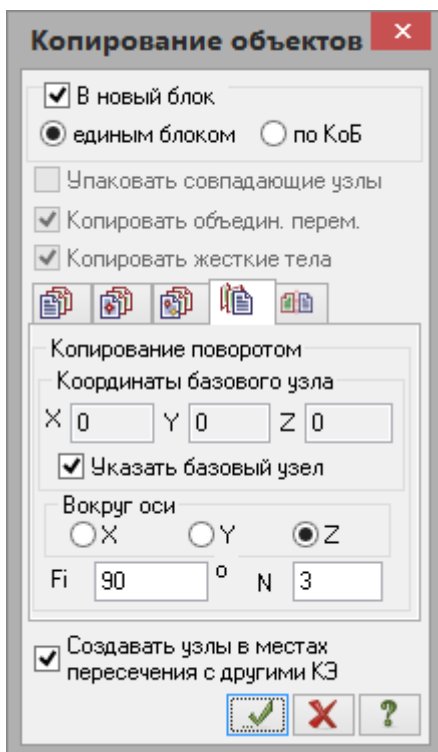

Рис.5.12. Диалоговое окно **Копирование объектов**
- Вызовите диалоговое окно **Копирование объектов** на закладке **Копирование поворотом** (рис.5.12), выбрав команду  – **Копирование поворотом** в раскрывающемся списке **Копирование** (панель **Редактирование** на вкладке **Создание и редактирование**).